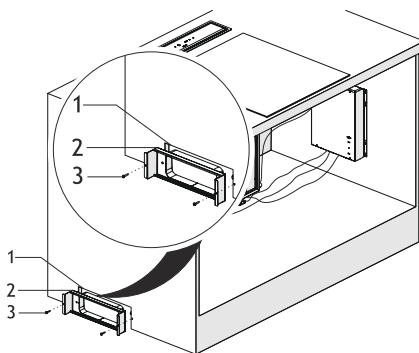

Fig. 21
11. ► Placera kolfilterkabinettet (Fig. 21/1) i det uppsågade hålet i basen (Fig. 21).
Skruva fast kolfilterkabinettet i sockeln med 2x 3,9 x 22 skruvar (Fig. 21).